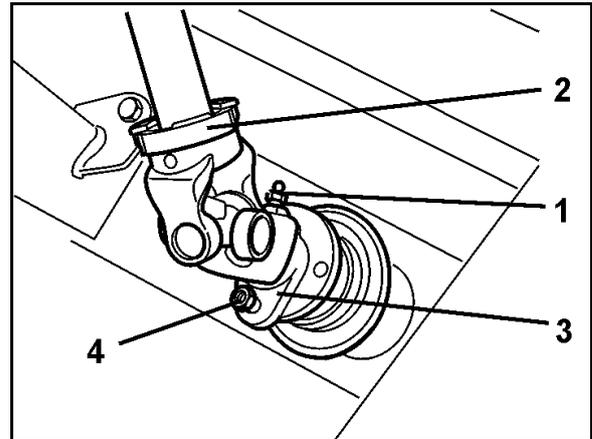

Fig. 81
1. Dévissez le graisseur (Fig. 81/1) logé dans la mâchoire d'accouplement (Fig. 81/2) de l'arbre à cardan.
2. Retirez la vis de cisailement (Fig. 81/4) logée entre le flasque de la mâchoire de l'arbre à cardan (Fig. 81/3) et le flasque de l'arbre d'entrée du boîtier.